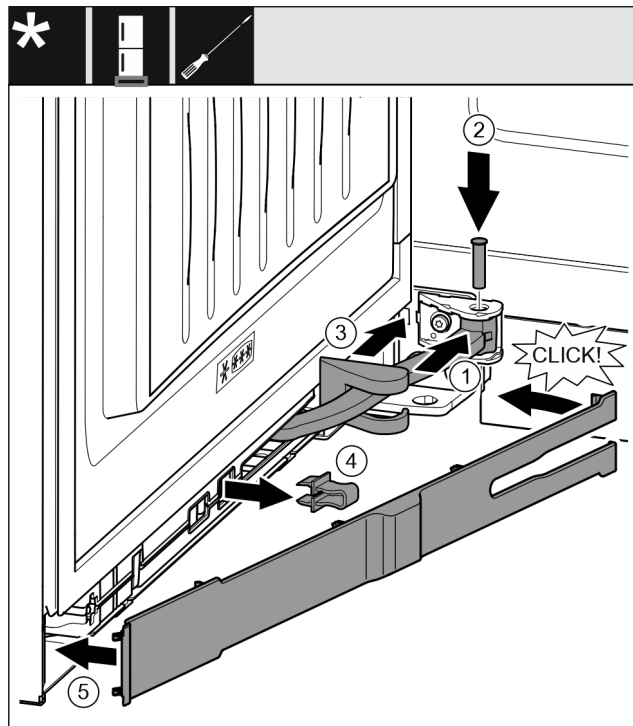

Fig. 38
- ▶ Otočte kloub v závěsu. Fig. 38 (1)
- ▶ Šroubovákem T15 vložte čep do závěsu a kloubu. Přitom dávejte pozor, aby byla zajišťovací vačka správně usazena v drážce. Fig. 38 (2)
- ▶ Posuňte kryt stojanu ložiska podél kloubu a namontujte nad závěsem. Fig. 38 (3)
- ▶ Vytáhněte pojistku. Fig. 38 (4)
- ▶ Nasadte záslepku na straně madla a sklopte. Fig. 38 (5)